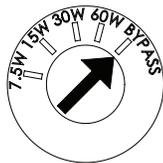

Figure 30
4. Utilisez un tournevis plat pour mettre la sortie du transformateur sur le niveau de puissance souhaité comme représenté dans la figure 30.